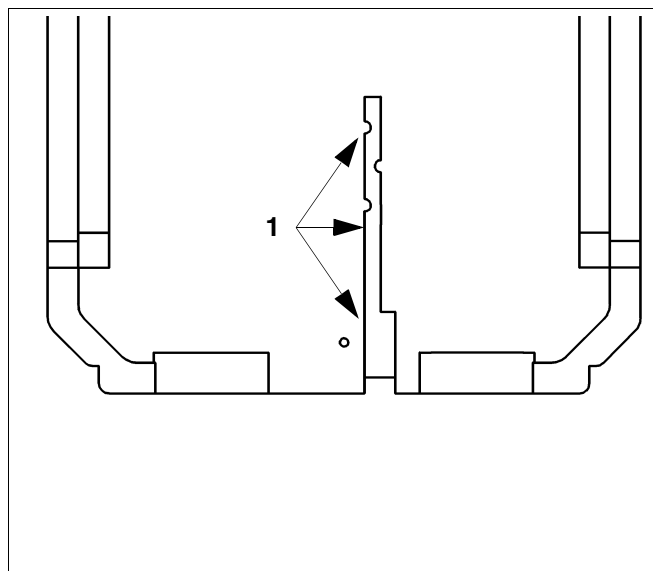

Abb. 9 Hintere Wärmedämmschale
- Die elektrischen Leitungen in die Kabelführung (Abb. 9, **Pos. 1**) der hinteren Wärmedämmschalen einlegen und nach hinten wegführen.